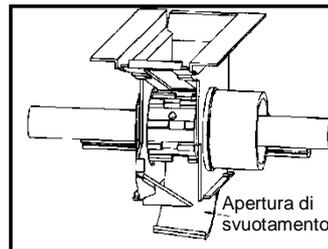

Fig. 6
- svuotare le sementi contenute nella tramoggia nel vassoio, aprendo completamente gli scivoli (Fig. 6).